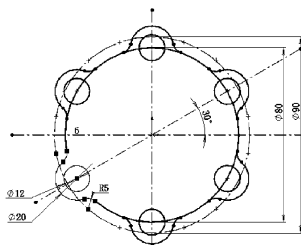

图 2-46 圆周阵列操作
STEP 9 单击“草图”工具栏中的“圆周阵列”按钮，捕捉原点作为“旋转中心”，设置旋转阵列的个数为 6 个，选择“要阵列的实体”为小圆、外侧的圆弧和倒圆弧，单击“确定”按钮执行阵列操作，如图 2-46 所示。